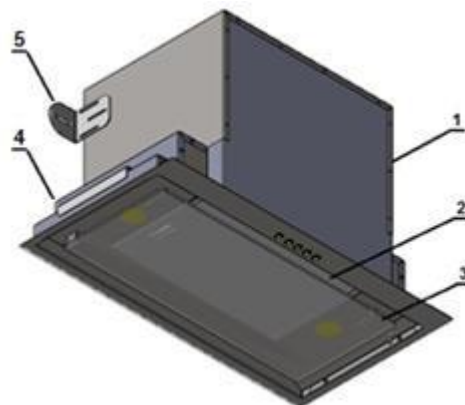
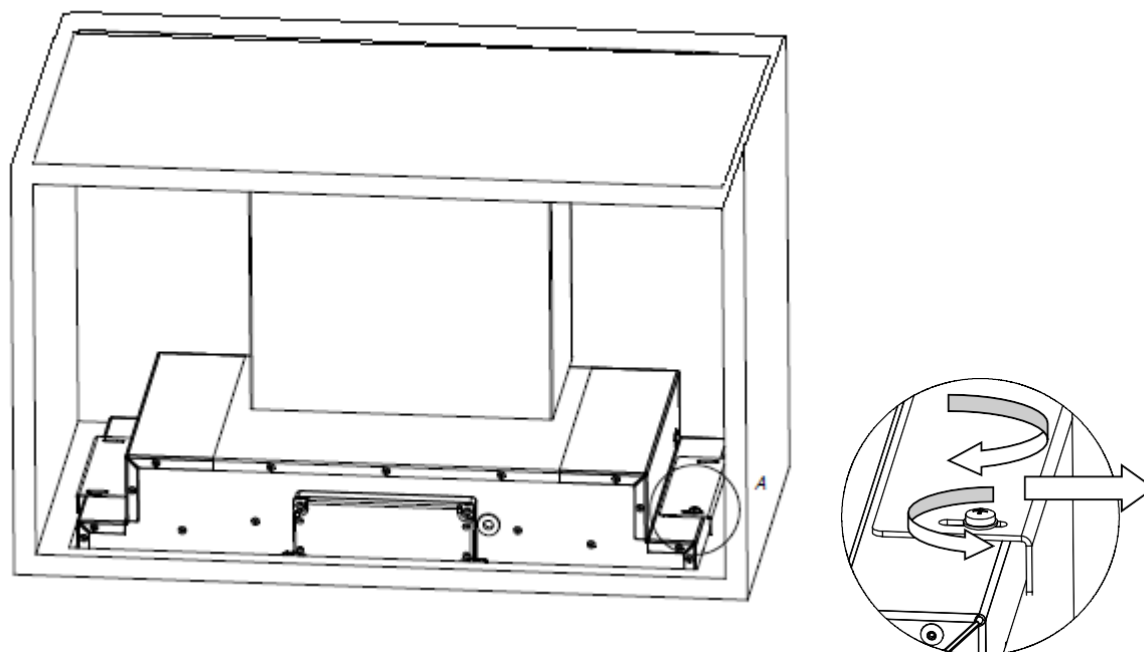
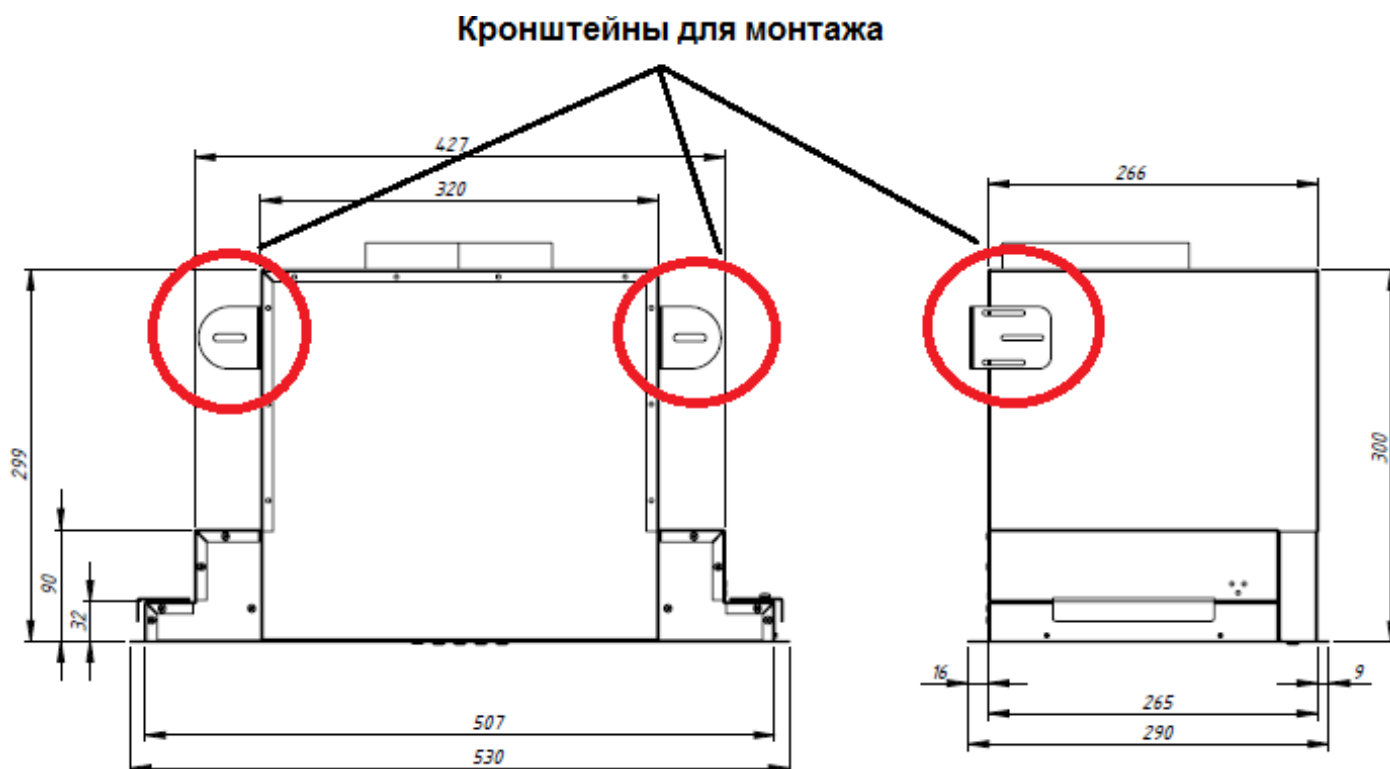

Рис. 1
Рис. 3
Рис. 4
## КОМПЛЕКТУЮЩИЕ ДЛЯ СБОРКИ (рис. 1)
4. Отвинтить 4 винта М4х10 и выдвинуть крепежные пластины (4) (рис. 1) в сторону стенок шкафов, пока не зайдут на дно шкафчика. Затем плотно затянуть болты (рис. 3).
5. Вытяжку можно прикрутить также к задней стенке шкафчика с помощью кронштейнов (5) (рис. 1), которые входят в комплект (рис. 4).